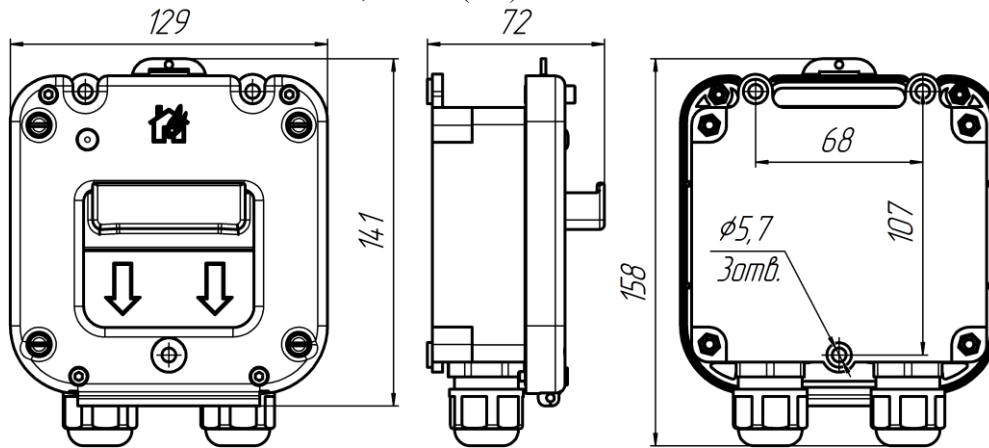

Рис.3. Габаритные размеры извещателя
2.5. Конструктивно извещатель состоит из пластикового корпуса, основание которого с электронным блоком закрепляется на стене помещения. Затем лицевая панель с приводным элементом шурупами крепится к основанию. Корпус оборудован герметичными кабельными вводами в количестве 2 шт. для подведения проводников сечением до 1,5 мм². Элементы конструкции извещателя показаны на рис.1. Габаритные размеры извещателя показаны на рис.3.